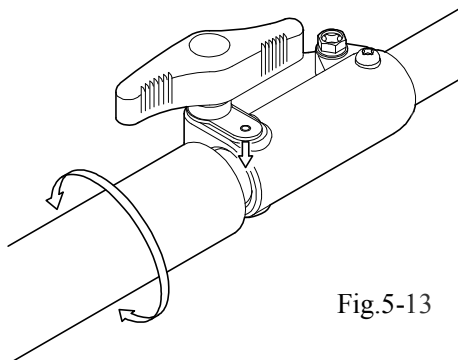

Fig.5-13
5. Laat de knop (B) los.
6. Controleer dat de pen van de knop (C) in het gat (G) zit en dat de knop (B) teruggekeerd is in de oorspronkelijke plaats. (Fig.5-13)